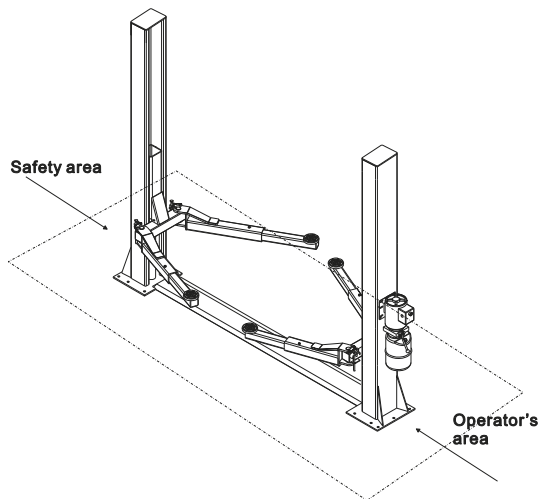

Fig. 10 Working Area
- ◆ Personer ska befinna sig inom säkerhetszonen under upplyft (Fig. 10)